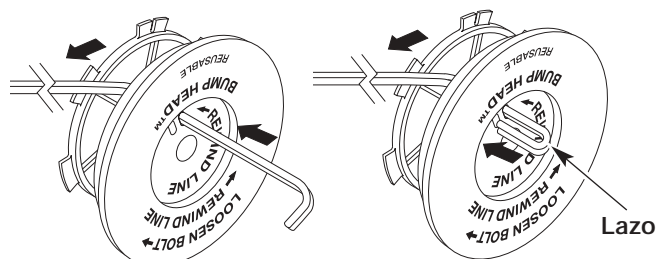

Fig. 38
8. Tome aproximadamente 3 m (9 pies) de nueva línea de corte. Inserte un extremo de la línea a través de uno de los orificios del carrete interior (Fig. 38). Pase la línea a través del carrete interior hasta que queden sólo 4 pulgadas fuera.
9. Inserte el extremo de la línea en el orificio abierto del carrete interior y tire de la línea en forma ajustada a fin de que el lazo sea lo más pequeño posible (Fig. 38).